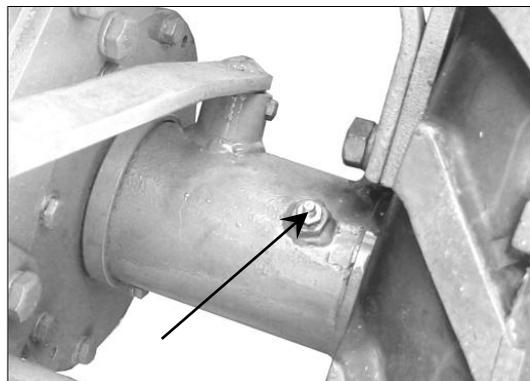

Fig. 20 – Ingrassatore mozzi ruota
- Ingrassare i mozzi ruota (Fig.20)